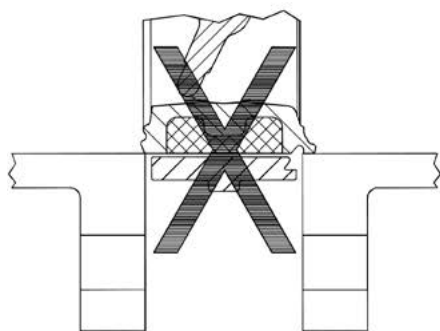

fig. 1
- Versuchen Sie niemals, das Ventil mit Gewalt zwischen Flansche einzuschieben, die nicht weit genug auseinander liegen, um einen freien Durchgang zu ermöglichen. Die Dichtungsbereiche der Flansche könnten irreparabel beschädigt werden (Abb. 1).